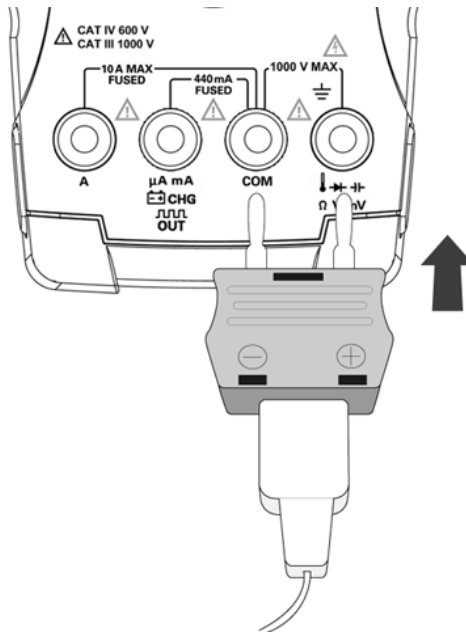

Figure 2-14 Connexion de la sonde avec l'adaptateur sur le multimètre
- 3 Connectez la sonde de température avec l'adaptateur sur les bornes d'entrée du multimètre comme illustré sur la Figure 2-14.